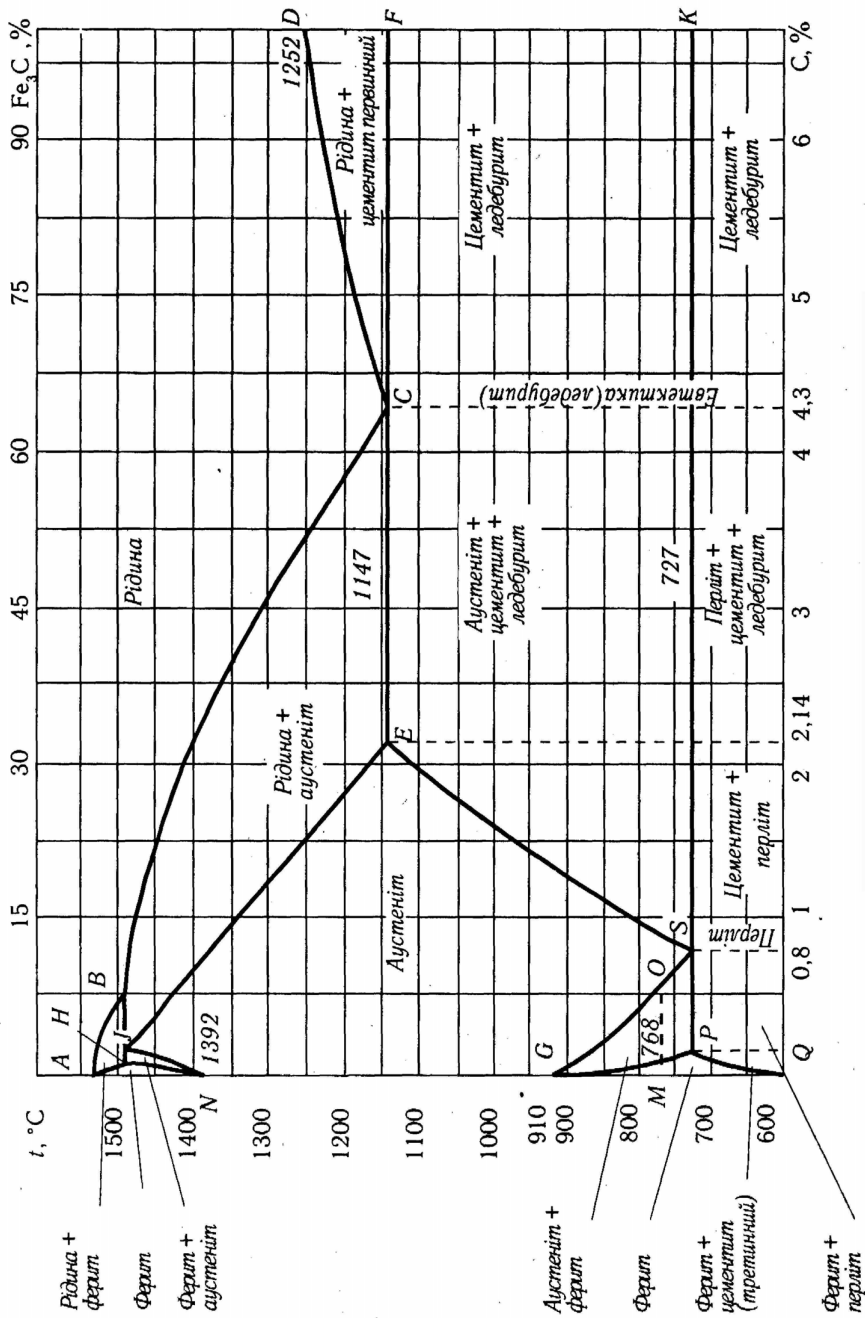

Рис. 8. Діаграма стану залізо-цементит
Структурні складові. *Перліт* – це евтектоїдна суміш фериту та цементиту, позначається літерою П, його називають ще евтектоїдом. Можна дати і таке визначення: перліт це продукт евтектоїдного розпаду аустеніту. Перліт утримує 0,8 % С і є структурною складовою. Частіше будова його пластична. *Ледебурит* – евтектична суміш аустеніту та цементиту, позначається літерою Л. Суміш містить 4,3 % вуглецю. Це теж структурна складова. При охолодженні ледебуриту нижче 727 °С аустеніт, який входить до його складу, перетворюється в перліт і при нормальній температурі він являє суміш цементиту та перліту. Ледебурит має велику твердість та крихкість. Він не піддається обробці тиском та майже не оброблюється різанням. Діаграма стану залізо – цементит характеризує фазовий склад та перетворення в сплавах з концентрацією від чистого заліза до цементиту. Особливість діаграми полягає у тому, що на осі концентрації часто позначають дві шкали, які вказують на кількість вуглецю та цементиту. Перетворення в сплавах діаграми стану відбувається при кристалізації рідкої фази (L) і твердому стані. Первинна кристалізація відбувається в інтервалі температур, які визначаються лінією ліквідус (ABCD) і солідус (AHJECF) (рис. 8).